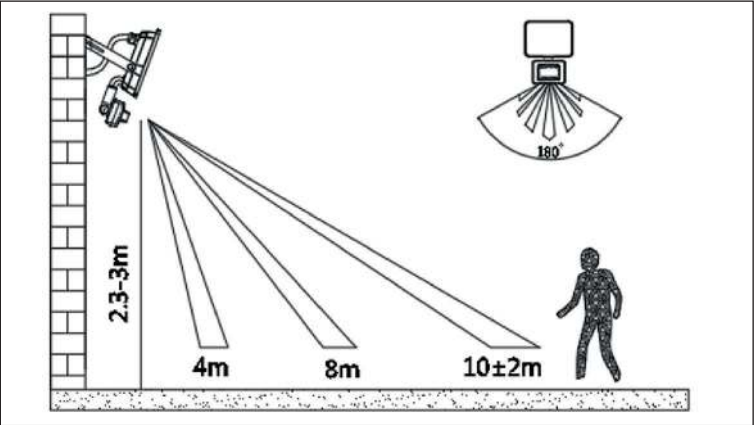

Fig. 4: Range
- Připevňte venkovní reflektor LED. Viz fig. 4.